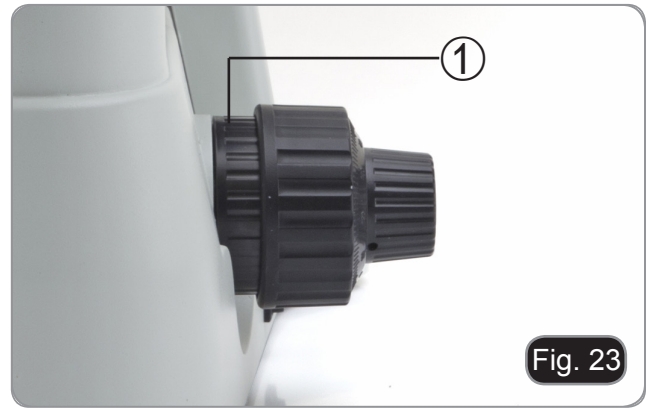

Fig. 23
1. Um die Spannung an die persönlichen Bedürfnisse anzupassen, drehen Sie den Ring ① mit dem mitgelieferten Werkzeug. (Fig. 23)